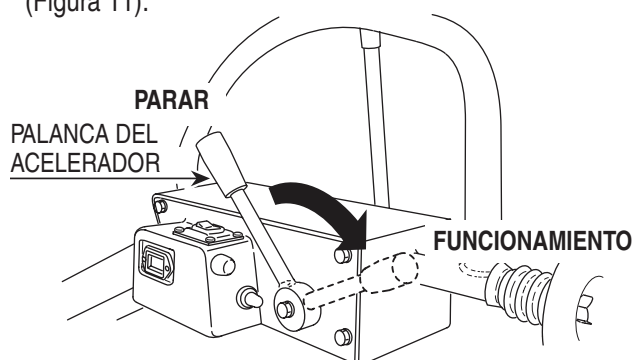

Figura 11. Palanca del acelerador (posición de operación)
1. Mueva la palanca del acelerador a la posición de operación (Figura 11).